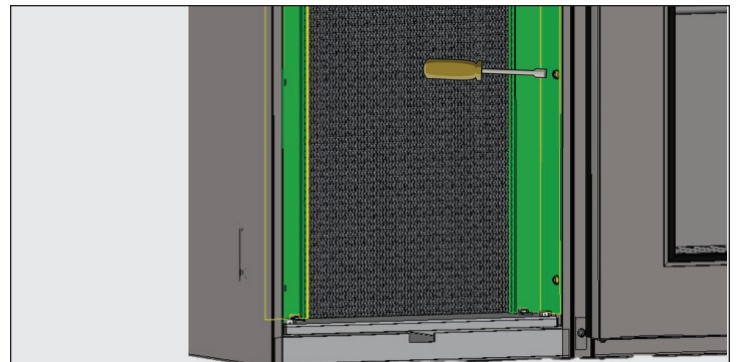

Abb. 6. Halterungen der Verflüssigerrohre entfernen
7. Halterungen der Verflüssigerrohre entfernen. Siehe Abb. 6.